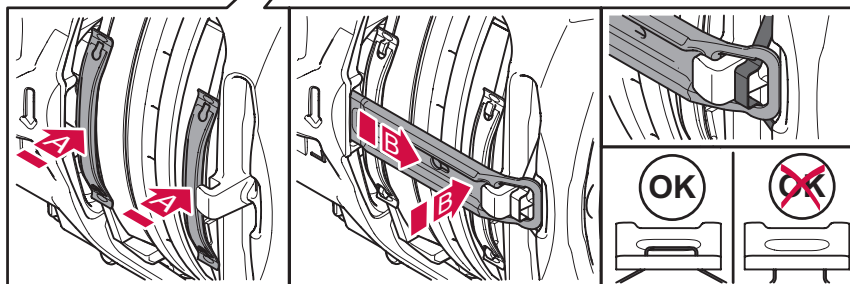

Figura 35. Instalação dos componentes da pastilha de freio
(A) e o retentor da pastilha (B). O retentor de pastilha é encaixado primeiro localizando o retentor de pastilha na extremidade do alojamento na abertura da pinça de freio, depois comprimindo as molas da pastilha e localizando a fenda do retentor da pastilha sobre a trava da pinça de freio, por fim deslizando o retentor da pastilha sob a trava da pinça de freio até que o suporte da mola apareça em sua posição de travamento. Consulte a figura 35.